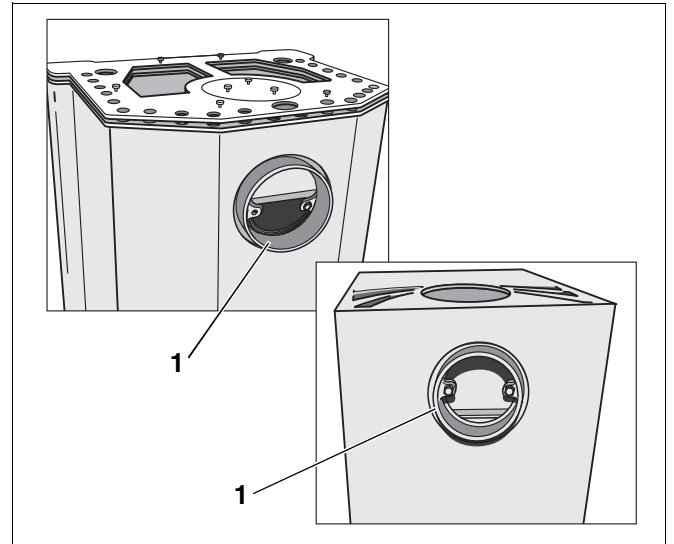

Abb. 33 Abgasanschluss Rückseite – Abgasstutzen (links blueline 4 und rechts blueline 5)
- Abgasstutzen am Abgasanschluss Rückseite montieren (Abb. 33, **Pos. 1**).